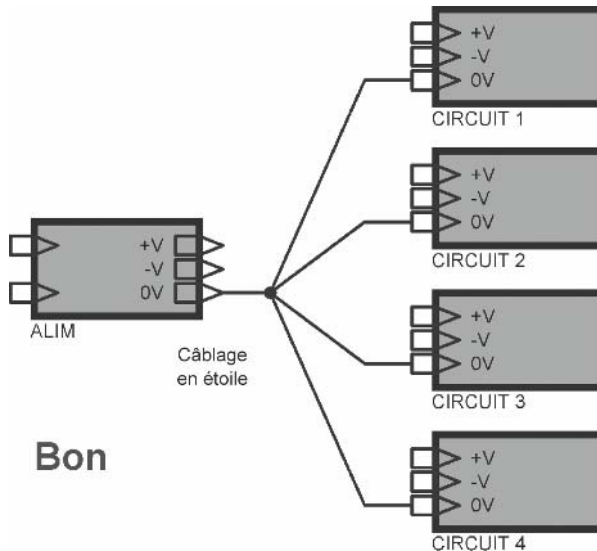

Figure 6.28
**Tentatoo** – Oui, une première règle consiste à câbler la masse de tous les circuits en un point unique, par exemple sur la sortie de l’alimentation secteur, comme le montre le synoptique donné à la **figure 6.28**.